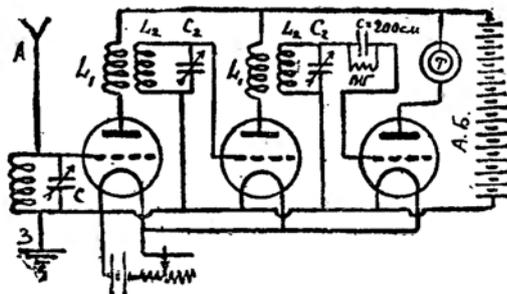

Рис. 74.
4) Усилитель с настроенными контурами (рис. 74, 78, 79).